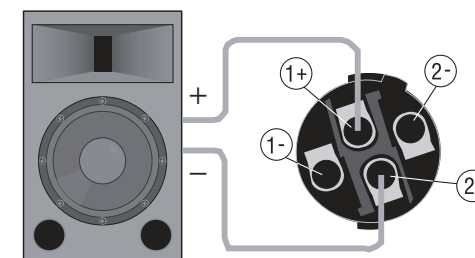

図 2.14 ブリッジモノモードでのスピコン出力端子上段のピン配置
- ・スピコンを使用してスピーカーと接続する場合、上段のスピコン端子を使用してスピーカーと接続してください ( 表 3、図 2.14)。